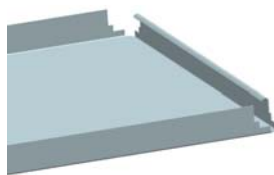

图 2-49 创建弯边特征 5
(3) 在“弯边”对话框中, 单击  按钮, 创建弯边特征 5, 如图 2-49 所示。